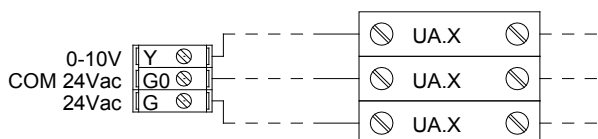

Figura 6
- Collegare i fili di alimentazione e di comando della valvola miscelatrice ai morsetti UA.5 – UA.6 – UA.7 come in Figura 6.